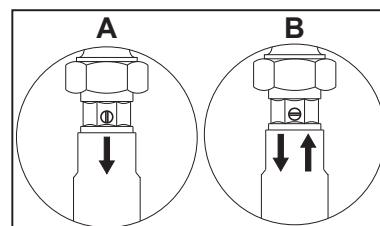
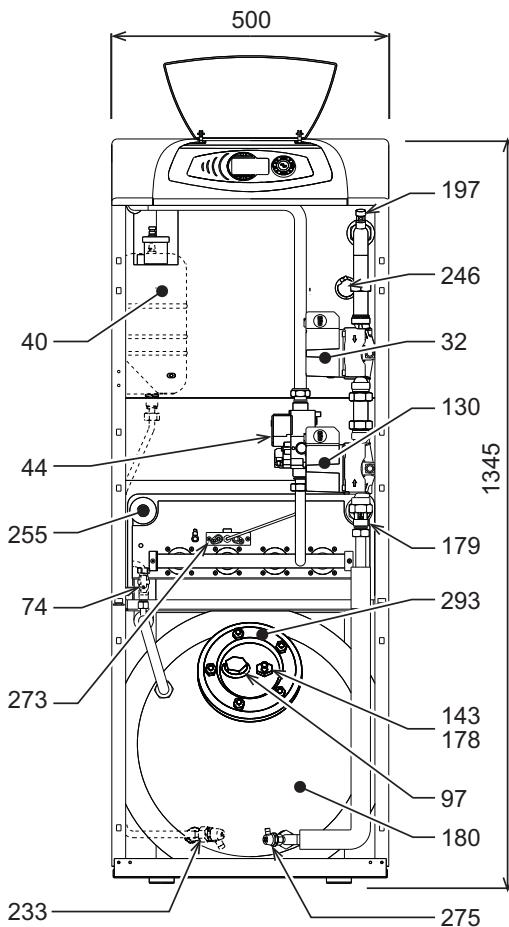

рис. 21
рис. 24 - Размеры и основные элементы котла
- Для опорожнения бойлера используйте сливной кран 233 из рис. 24, предварительно закрыв зарядные клапаны водопроводной сети; для выпуска используйте точку отбора горячей воды (умывальник, душ и пр.).
- Для полного опорожнения системы отопления используется кран 275 рис. 24, предварительно сняв блокировку затворов обратных клапанов поз. 179 на рис. 24 (см. также рис. 21). Для удаления воздуха из системы откройте вентили радиаторов. Если котел соединен с системой отопления через заслонки, убедитесь, что данные заслонки находятся в полностью открытом положении. Если котел установлен выше радиаторов, то опорожнение последних должно производиться отдельно.
- Для слива воды только из котла закройте отсечные клапаны и полностью откроите кран (255 - рис. 24). После этого разблокируйте затворы обратных клапанов (179 - рис. 24). В последнюю очередь откройте кран 197 из рис. 24).
Перед заливкой системы водой закройте сливной кран, воздуховыпускные вентили радиаторов и блокируйте затворы обратных клапанов 179 из рис. 24.